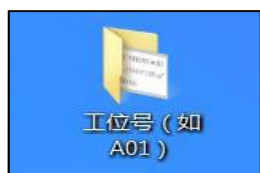

图 1 “工位号”文件夹
- ①鸟瞰图 1 张;
- ②设计说明 (不超过 300 字)。
- ①总平面图 1 张;
- ②尺寸定位图 1 张、竖向标高设计图 1 张、种植设计图 (包括苗木统计表) 1 张;
- ③地面铺装做法结构详图;
- ④木作结构详图;
- ⑤景墙、花坛结构详图;
- ⑥水、电布置平面图 1 张;
- ⑦封面、目录、设计说明等;